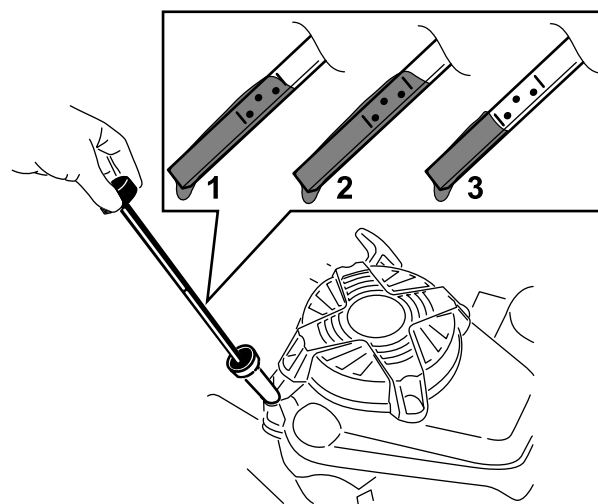

Figure 6
- Relevez le niveau d'huile indiqué sur la jauge (Figure 6).
- Tournez le bouchon dans le sens antihoraire et sortez la jauge (Figure 6).